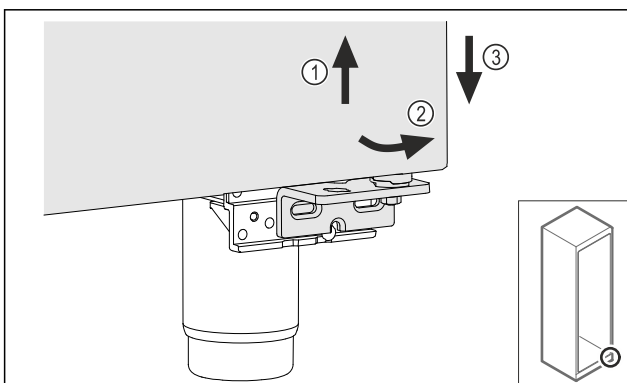

Fig. 24
- ▶ Deur iets optillen Fig. 24 (1), onderzijde naar voren kantelen Fig. 24 (2) en laten zakken Fig. 24 (3).